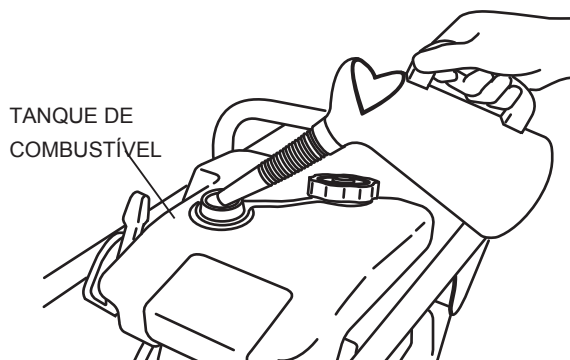
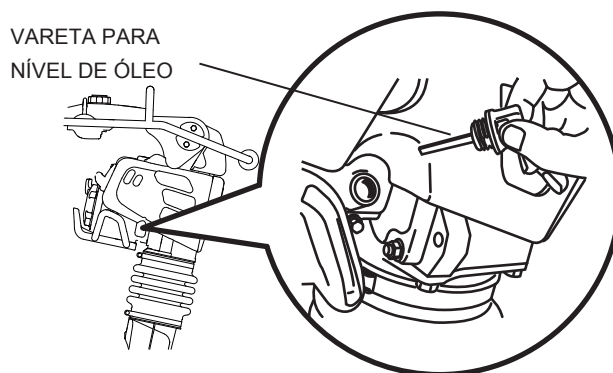

Figura 3. Tanque de combustível
Figura 4. Vareta para nível de óleo do motor
1. Encha o tanque de combustível (Figura 3) com gasolina sem chumbo. Ao mesmo tempo, verifique o óleo do motor e tenha o hábito de completá-lo sempre (Figura 4).